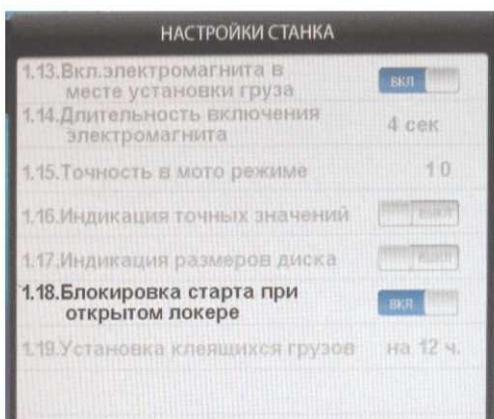

рис.17.4
17.12. Вторая страница настроек (рис.17.4.). Переключение страниц осуществляется кнопкой 5.